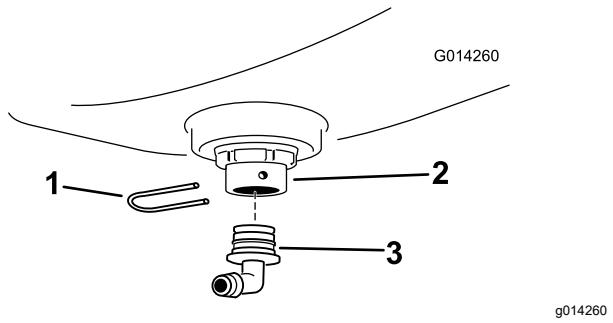

Figura 12
- G. Instale uma união roscada de 90° na união do anteparo e fixe a união roscada com um retentor (Figura 12).